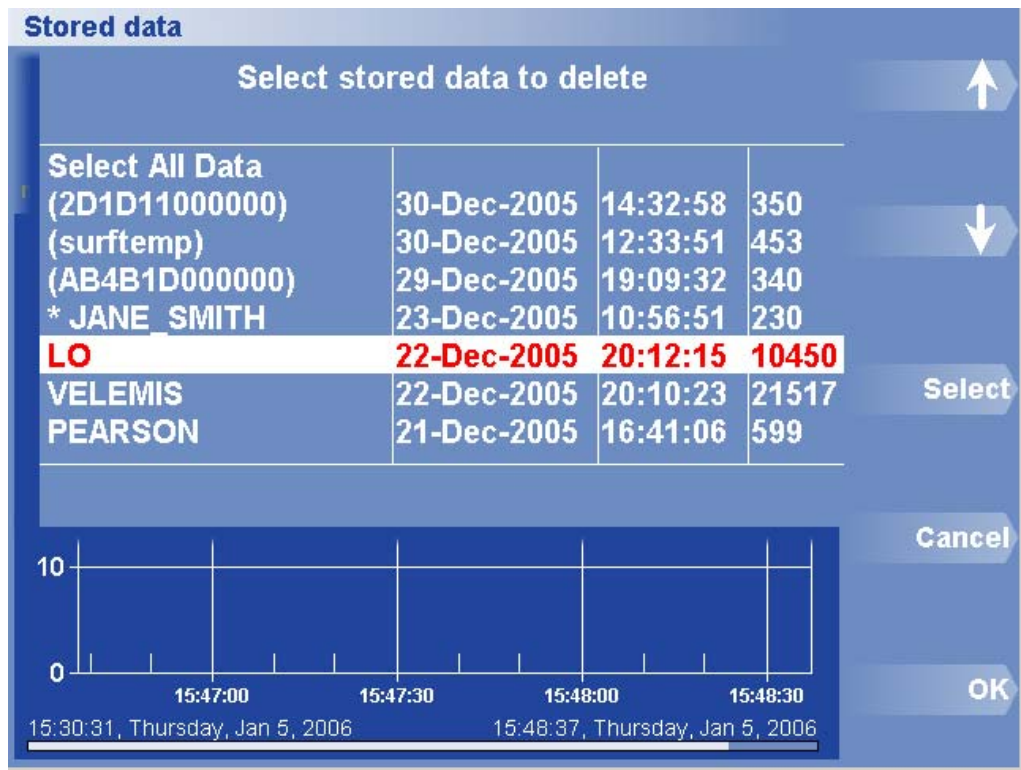

図 17 データの削除ダイアログ ボックスおよびメニュー
1. Stored Data (保存データ) > Delete Data (データの削除) を押します。保存データの削除一覧が表示されます (図 17)。